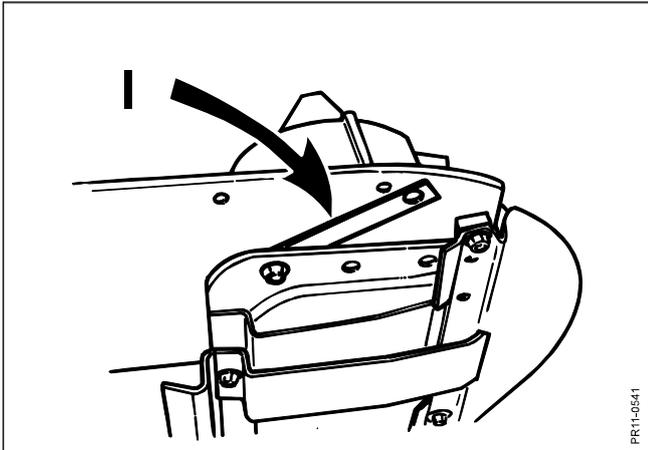

Fig. 1-7
- Fig. 1-7:** La piastra di ancoraggio per il disco di falciata destro viene montata sull'estremità esterna della barra di taglio – se questa è stata smontata. Ricordatevi di posizionare il dispositivo di riempimento I.